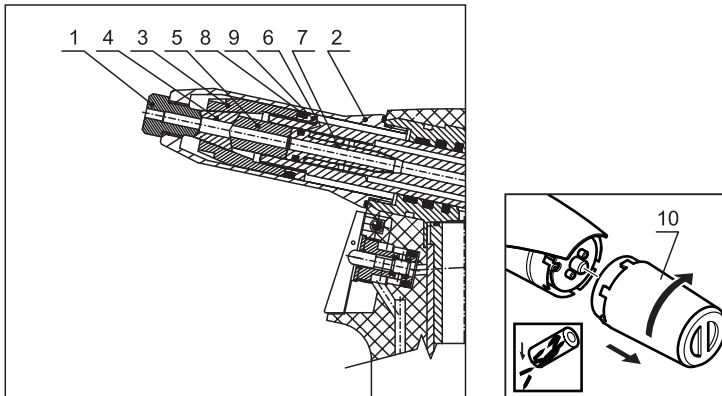
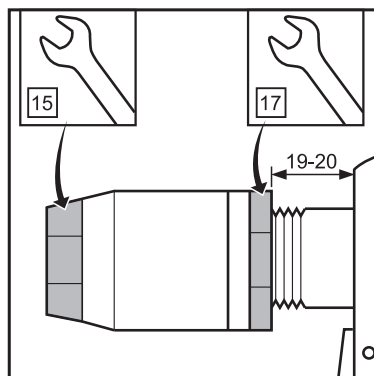

Abbildung 2
Abbildung 3
Trennen Sie das Werkzeug von der Druckluftquelle, schrauben Sie das vordere Mundstück (Abbildung 2 -Position 2) mit einem Schraubenschlüssel Nr. 23 ab, setzen Sie den Schlüssel Nr. 15 auf die Spannhülse (Abbildung 2 – Position 3) und den Schlüssel Nr. 17 auf die Spannhülse (Abbildung 2 – Position 9) und lösen Sie diese. Schrauben Sie die Spannhülse ab und tauschen Sie die Spannbacken (Abbildung 2 – Position 4) und den Spannbackenschieber (Abbildung 2 – Position 5) aus. Schrauben Sie dann die Spannhülse wieder auf und schieben Sie die Saugleitung (Abbildung 2 – Position 7) durch kurzes Anschließen des Werkzeugs an die Druckluft heraus. Die Saugleitung kann nach der Trennung der Druckluftzufuhr und Entfernung der Spannhülse herausgenommen werden. Alle verwendeten Gewinde sind Rechtsgewinde. Reinigen Sie die demontierten Teile gründlich und unterziehen Sie diese und insbesondere die folgenden Teile einer Sichtprüfung:
- 1) Spannbacken (Abbildung 2 – Position 4) – Abgenutzte oder beschädigte Teile müssen ausgetauscht werden. Reinigen Sie verschmutzte Teile mit einer Drahtbürste.
- 2) Mundstück, Spannbackenschieber (Abbildung 2 – Position 1,5) – Überprüfen Sie die Funktionsflächen des Reduzierstücks auf Verschleiß.
- 3) Komplettes Rohr (Abbildung 2 – Position 7) – Blasen Sie Luft durch das Rohr. Wenn es nicht frei ist (durch Restnietdorne der Blindniete verstopft), tauschen Sie das Rohr aus.
- 4) O-Ring (Abbildung 2 – Position 6) – Ersetzen Sie beschädigte durch neue O-Ringe.
- 5) Verstellbare Frondüse (Abbildung 2 – Position 2) – Überprüfen Sie die Innenfläche auf Beschädigungen (Ø 18).
- 6) Abstreifring (Abbildung 2 – Position 8) – Ersetzen des Rings durch einen neuen Abstreifring, sofern dieser beschädigt oder abgenutzt ist.
- 7) Nietdornbehälter (Abbildung 2 – Position 10) – Wenn der Nietdornbehälter oder dessen Boden beschädigt ist, ersetzen Sie ihn durch einen neuen Behälter, um zu verhindern, dass abgezogene Restnietdorne herausspringen.
Montieren Sie die Teile in umgekehrter Reihenfolge (siehe Teile-Demontage). Geben Sie einen Tropfen Schmieröl (wir empfehlen das Hydrauliköl HYSPIN AWHM 32 CASTROL) auf die Außenfläche der Spannbacken (Abbildung 2 – Position 4). Geben Sie eine dünne Schicht Plastik-Schmierstoff MOGUL LV 2-3 auf die Saugleitung und den O-Ring (Abbildung 2 – Position 7,6). Die Grundeinstellung der Spannbacken erfolgt wie in Abbildung 3 dargestellt.